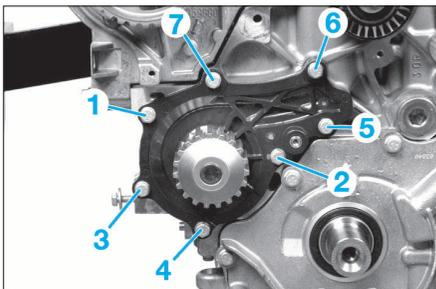

FIG. 37
- les sept vis de fixation de la pompe à eau (Fig.37).
Mettre en place la pompe à eau munie d'un joint neuf dans le bloc-cylindres et serrer ses vis de fixation dans l'ordre indiqué (Fig.37) en deux passes (0,4 puis 0,9 daN.m). Procéder à la repose et au calage de la courroie de distribution. Procéder au remplissage et à la purge du circuit de refroidissement puis contrôler l'absence de fuite moteur tournant.